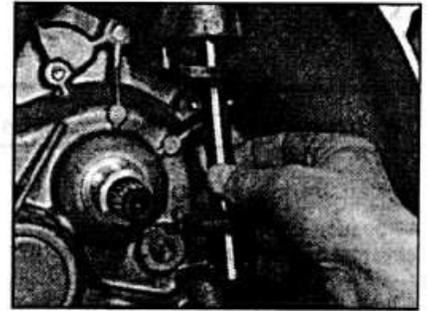

Рис. 6.15. Извлечение вала выключения сцепления.
- При необходимости снимите вал выключения сцепления, приподняв его вверх, до выхода из нижней втулки вала, затем поверните и вытяните его вниз из картера сцепления (см. рис. 6.15).